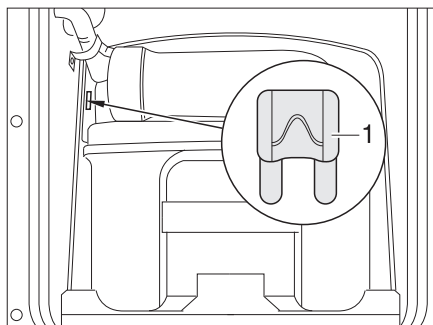
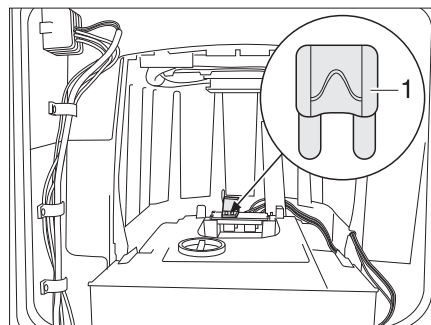

Fig. 316 Fusible del inodoro Thetford
Fig. 317 Fusible del inodoro Thetford (alternativa)
- Cambiar el fusible (Fig. 316,1 ó Fig. 317,1).